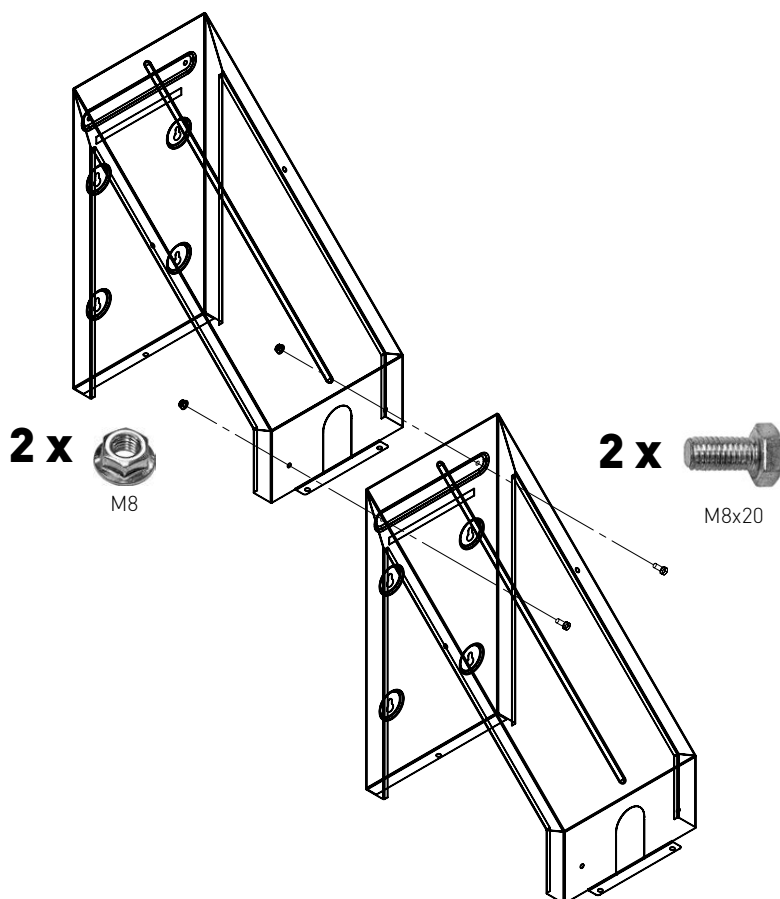

Fig. 9 Visser ensemble 2 montants
1. Visser ensemble 2 montants avec 4 écrous de blocage M8 et 4 vis à six pans M8x20 pour chaque, pour former un plan incliné de 1 m – Fig. 9.